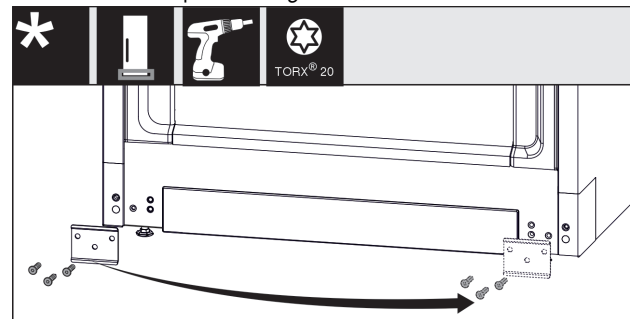

Fig. 21
- ▶ Svitare la lamiera Fig. 21 (1), girarla sull'alto lato e riavvitarla.